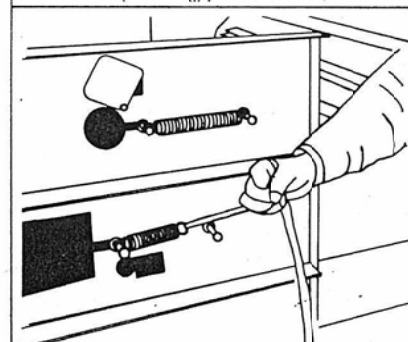

図8
5. テンションスプリング⑨をひもを掛けてははずす。〔図8〕